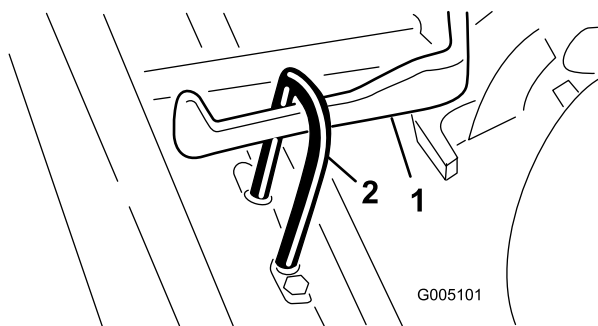

Figure 7
2. Poussez le plateau de coupe sous le cadre de traction en accrochant le crochet de levage au bras de levage (Figure 7).